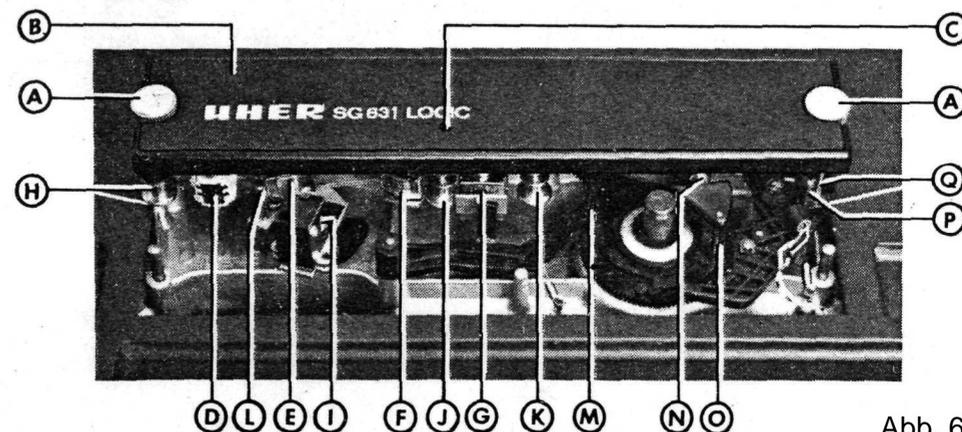

Abb. 6
6.6 Auswechseln des Tonkopfträgers Z 401 bzw. Z 411 (s. Abb. 6)
In der Öffnung (C) des Tonkopfträgers (s. Abb. 6) befindet sich eine Einstellschraube, mit der sich der Wiedergabekopf in bestimmten Grenzen aus der senkrechten Normalstellung nach links und rechts verstellen läßt, so daß auch Tonbänder wiedergegeben werden können, die mit einer anderen Maschine, deren Aufnahmekopf von der Normalstellung abwich, aufgenommen wurden.
7.1 Reinigung der mit dem Tonband in Berührung kommenden Teile (s. Abb. 6)